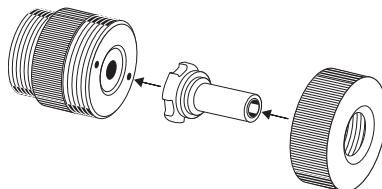

рис. 1
2. Вставить многоразовый расширитель (F) фланцем к инструменту в выдвежную головку (E) как на рис. 1 Прикрутить кольцо (G). Прикрутить головку на раструбный инструмент BE32 18 V, рис. 2. Затем вставить екстрактор (H) до щелчка.